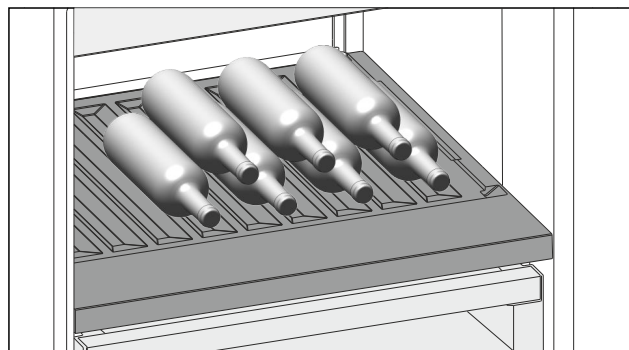

Fig. 132 Ilustrační zobrazení
- ▶ Láhve ukládejte dnem dozadu k zadní stěně. (viz Fig. 132)